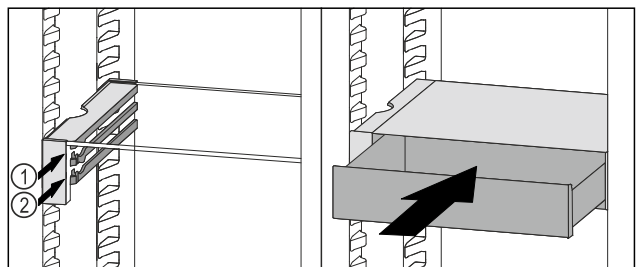

Fig. 88
- VarioSafe-Schubfach hinter den Stoppern auf gewünschter Rippe Fig. 88 (1) oder Fig. 88 (2) aufsetzen.